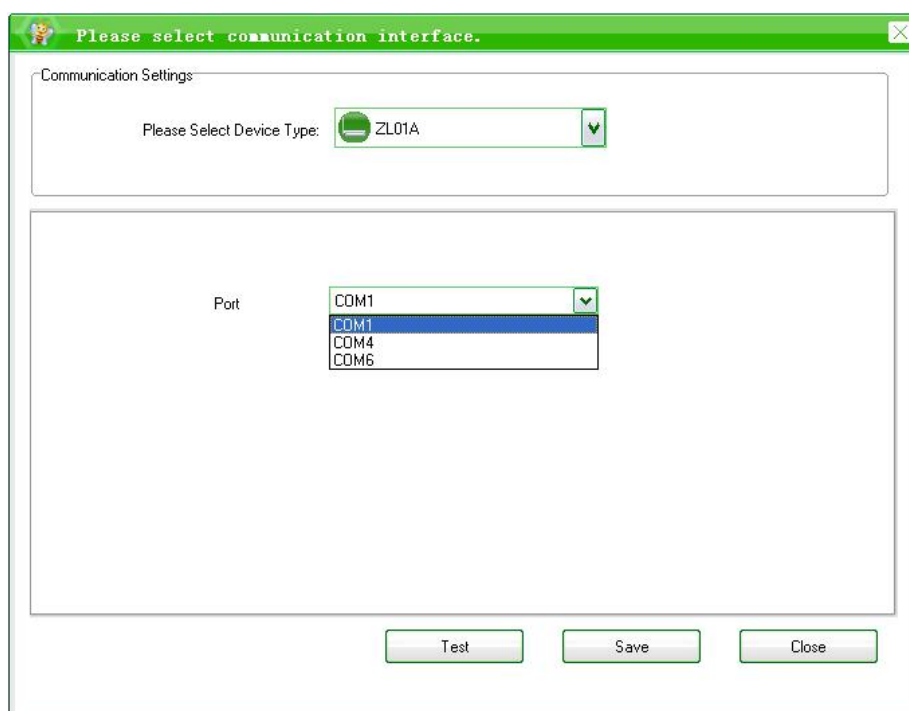

图 5-3-4 选择 ZL01B 与 PC 机通信的端口（例为 COM1）
- （4）然后在 Port 选项中选择 ZL01B 与 PC 机通信的端口。如图 5-3-4。